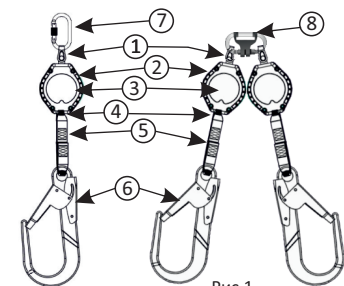

Рис.1
2. ТЕХНИЧЕСКИЕ ХАРАКТЕРИСТИКИ И ОПИСАНИЕ (рис.1)